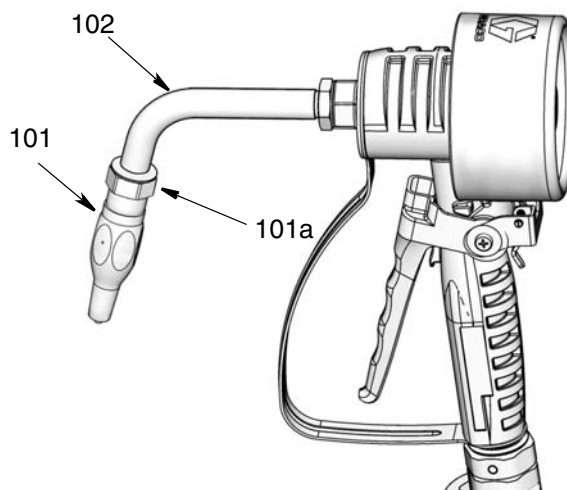

Рис. 7
- a. Накрутите насадку (101) на удлинительную трубку (102), как показано на Рис. 7.
- b. Используйте открытый конец разводного гаечного ключа на лысках втулки насадки (101a) (Рис. 7) для затяжки фитинга.